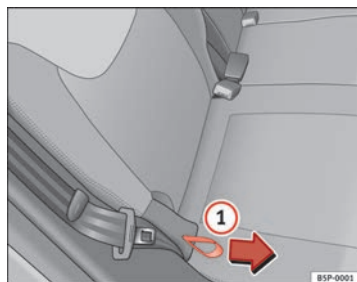

Abb. 98 Einstellung der Lehnenneigung, Rücksitz
- Halten Sie die Rückenlehne oben fest. Ziehen Sie die seitliche Zugschlaufe am Sitz → Abb. 98 ① in Pfeilrichtung und halten Sie die Zugschlaufe in dieser Stellung. Drücken Sie die Rückenlehne in die gewünschte Stellung nach hinten und lassen Sie die Zugschlaufe los.